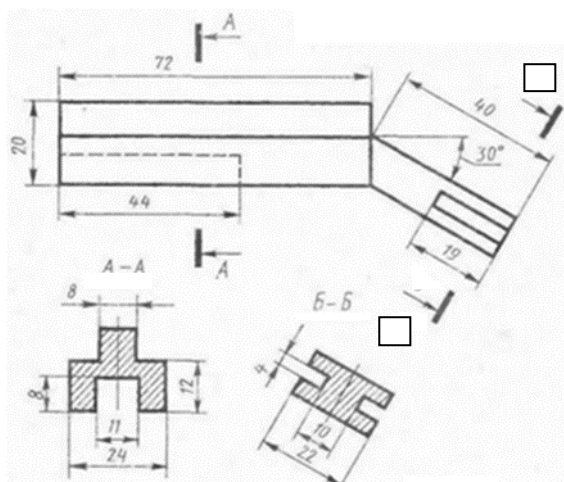

Рисунок 25 - Пример оформления чертежа «Сечения»
4. Наести размеры, пример: рисунок 25